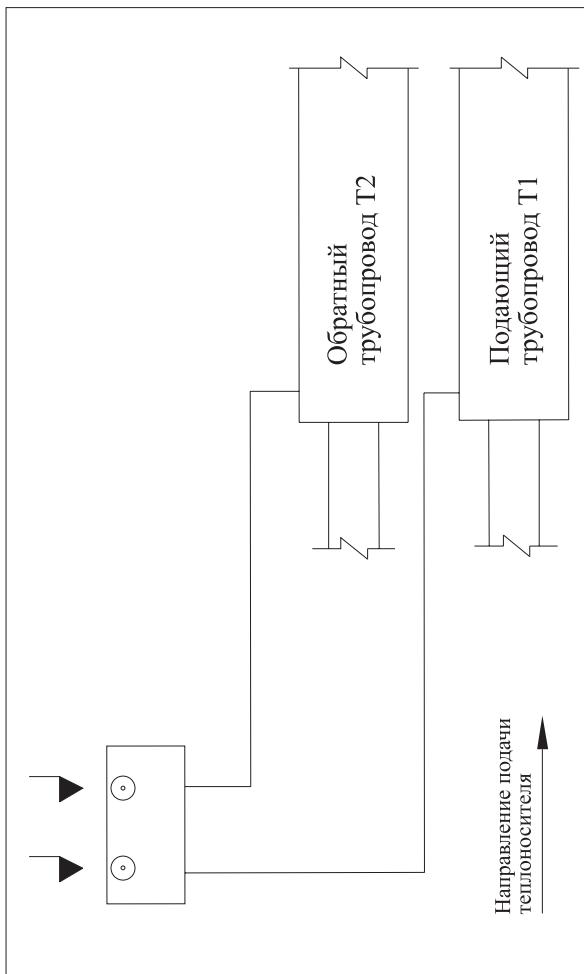
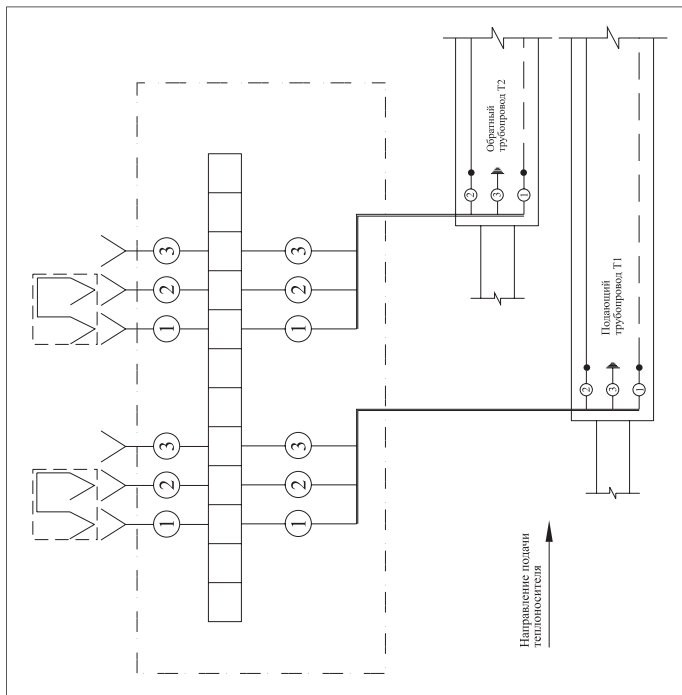
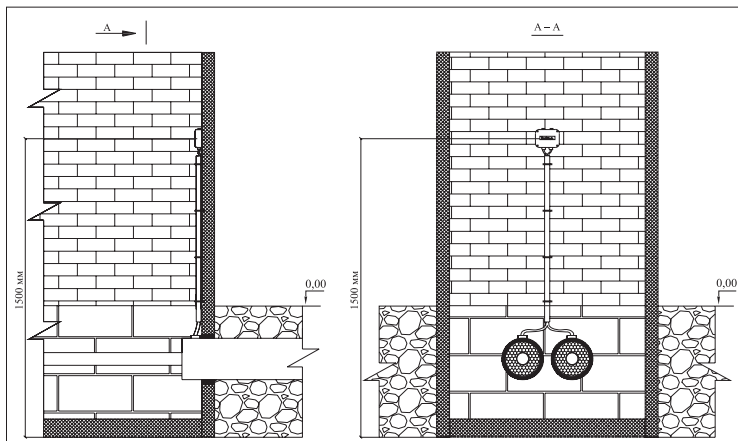
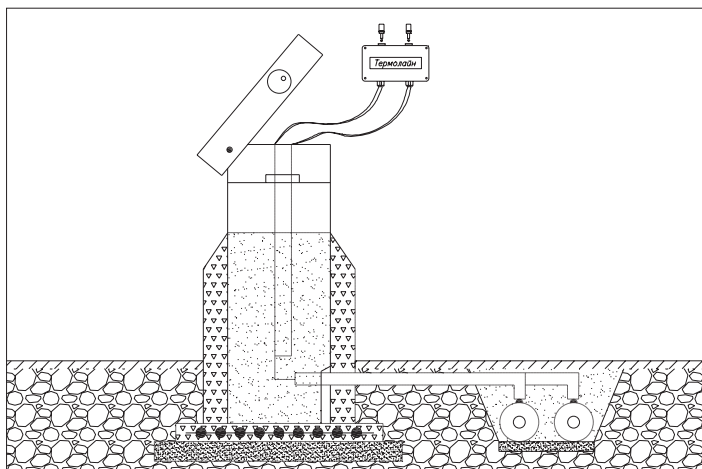

Рис. 2 «Закольцовка сигнальных проводников»
Рис. 4 «Закольцовка сигнальных проводников»
Рис. 6 «Установка терминала на стене здания»
Рис. 7 «Установка терминала в наземном ковре»
- 2.1. Закольцовка сигнальных проводников - **Рис. 2, 4.**
на принципиальной схеме (Рис. 2)	на электрической схеме (Рис. 4)
Подключение терминала к системе оперативного дистанционного контроля производить в соответствии с монтажной (**Рис. 6**, **Рис. 7**) и электрической схемой (**Рис. 4**, **5**).
5. При помощи отвертки зафиксировать провода **1** и провода **7** в клеммной планке **4**. Порядок соединения проводов указан на электрической схеме – **Рис. 4, 5**.
6. При установке терминала внутри помещения (**Рис. 6**), просверлить в стене здания два отверстия (диаметром 6 мм и глубиной 30 мм) на уровне предполагаемого крепления терминала (H~1,5 метра от пола).
9. Установить провода **7** в клеммную планку **4** на прежнее место (в соответствии с электрической схемой – **Рис. 4, 5**).